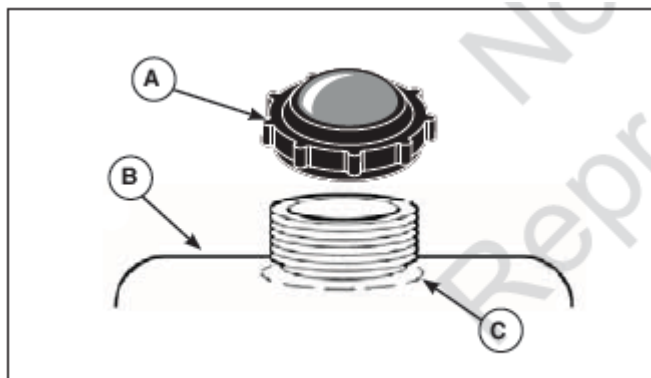

Рис. 7
1. Удалите грязь вокруг горловины. Отверните крышку (А, рис. 7).